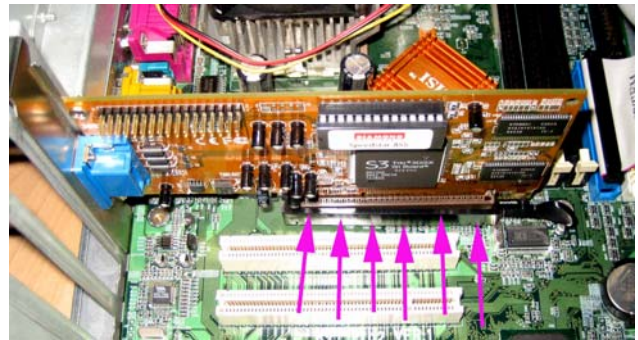

Abbildung 109: Einsetzen der Grafikkarte in den AGP-Slot
2. Jetzt wird die Karte eingesetzt. Es muss darauf geachtet werden, dass sie der ganzen Länge nach einrastet, siehe Abbildung 109.